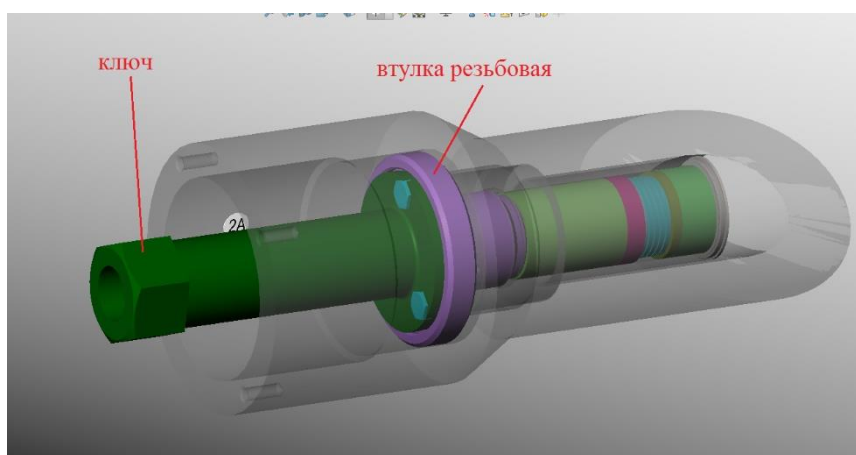

Рисунок 62 – установка втулки резьбовой
4.2.2.22 Посредством ключа завернуть втулку резьбовую с моментом затяжки 20 Н/м. (рисунок 62).